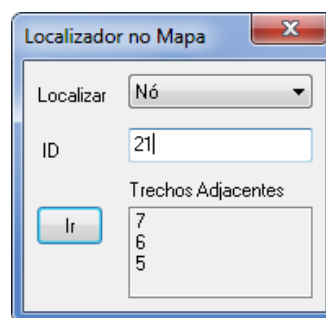

Figura 7.6 - Localizador no Mapa
2. No quadro de diálogo que aparece (ver Figura 7.6), selecionar o tipo do objeto a localizar e introduzir seu ID.